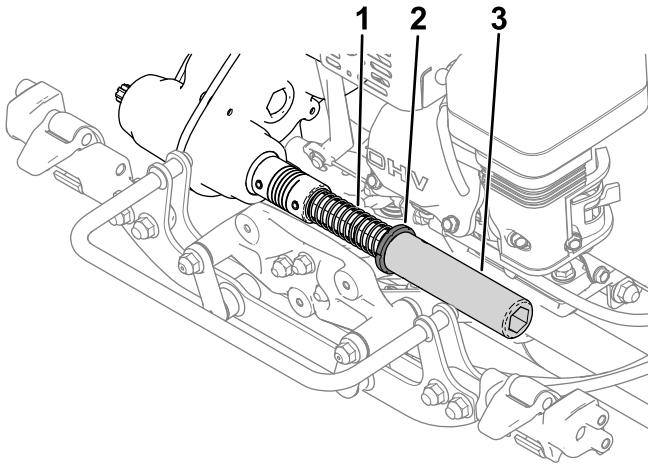

Figura 3
- Instale el muelle, el collarín y el tubo hexagonal en el eje del acoplamiento de la transmisión (Figura 3).